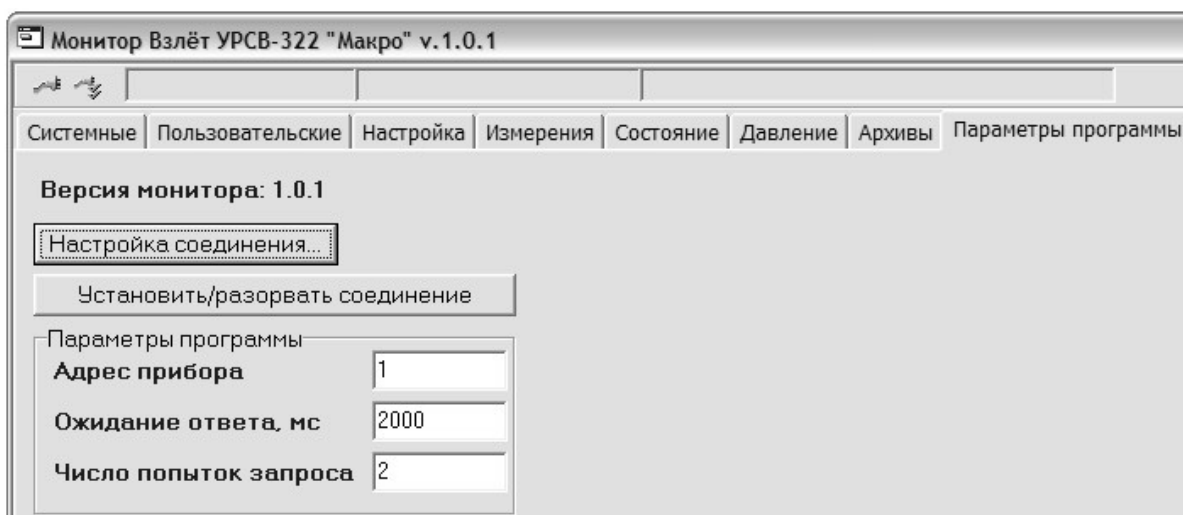
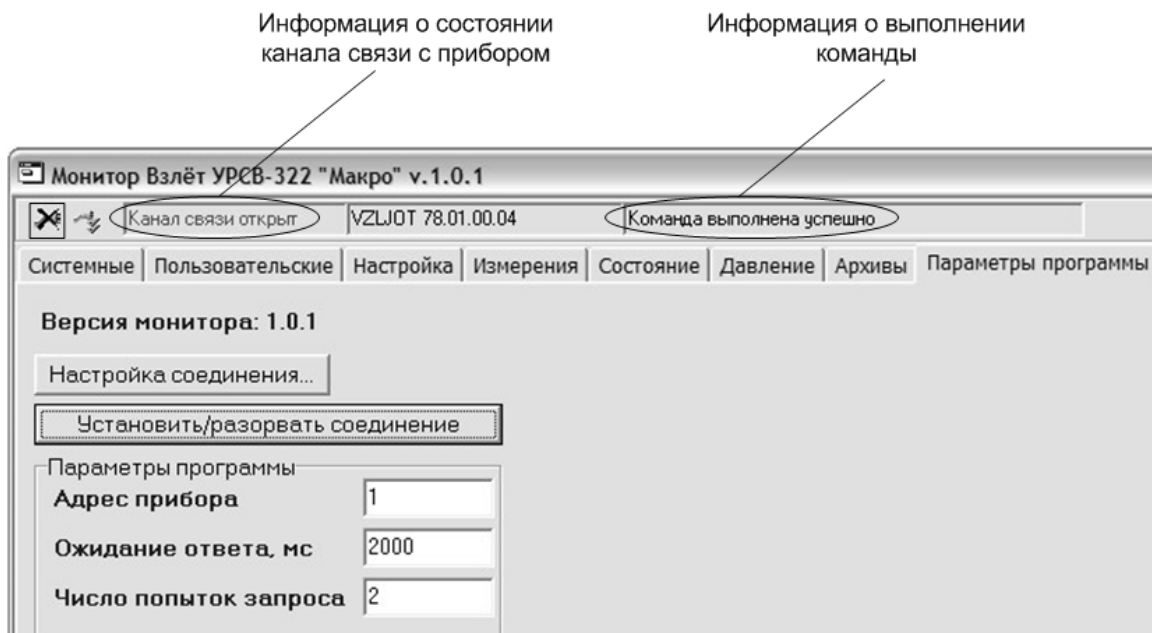

Рис.4. Окно вкладки «Параметры программы».
Рис.6. Окно вкладки «Параметры программы» после установления связи с расходомером.
3.1.2. Подключить сервисный кабель к разъему СЕРВИС на блоке ВП. Соединить USB-порт компьютера и разъем RS-485 сервисного кабеля через адаптер сигналов USB-RS232/485. На компьютере запустить файл УРСВ-322.vpr. На экране монитора появится окно с вкладкой «**Параметры программы**» (рис.4):
3.1.3. Установить связь с расходомером, нажав кнопку **Установить / разорвать соединение** (рис.4). При удачном завершении операции вид окна изменится (рис.6).
3.1.13. При наличии нескольких расходомеров, объединенных в сеть по интерфейсу RS-485, перейти в окно вкладки **Параметры программы** (рис.4) и выполнить настройку адресов и временных задержек для корректной связи с другими расходомерами в сети.